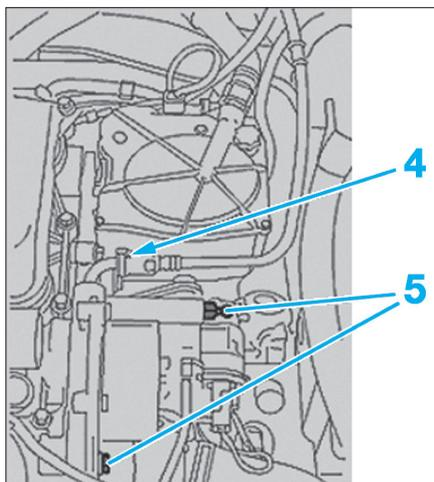

Fig. 23
- le débitmètre d'air (3).
- Désaccoupler la canalisation de dépression (4) (Fig.23).
- les vis (5),